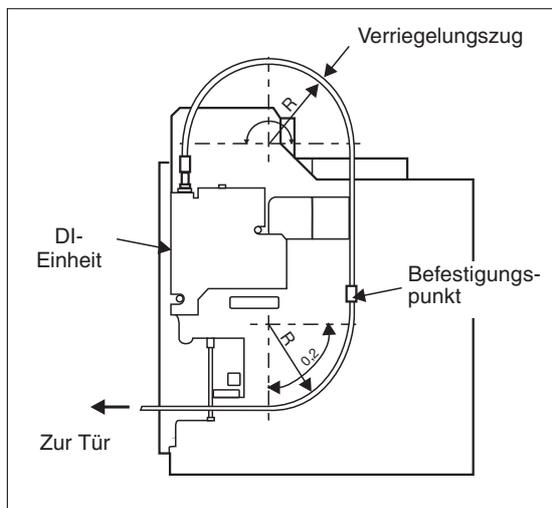

Abb. 4-63:
- ① Befestigen Sie den Verriegelungszug entsprechend Abb. 4-63.